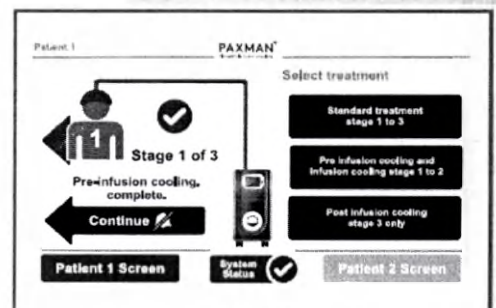

Рис. 35.
- По завершении этапа 1 «Предварительное охлаждение перед введением» на экране появится изображение, как на рис. 35.
- Пользователь должен нажать кнопку **Continue** и начать инфузионную химиотерапию. Появится экран, как на рис. 35.